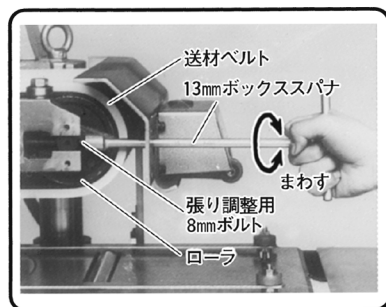

図 11
送材ベルト（図 11 参照）にごみや切りくずが付着していると誤動作の原因となります。送材ベルトに付着しているごみや切りくずは取除いてください。
- 注** ● 送材ベルト（図 11 参照）にシリコンスプレー液がかかると、木材がスリップする原因となります。
⑫ 停止スイッチ	 を押すと、送材ベルト(図11参照)が停止します。
張り具合は、送材ベルトの回転（18ページ「(3)板厚検出スタート装置の確認」の項参照）を見ながら手前および奥側の張り調整用8mmボルト2個を付属の13mmボックススパナで交互にまわして調整します。（図11）